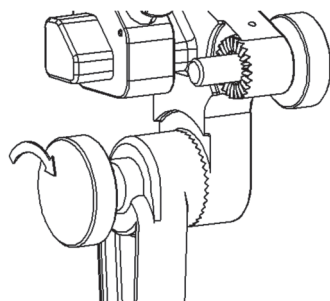

Figure 7
3. Positionner la têtère fer à cheval radiotransparente pour adulte selon l'orientation souhaitée et tourner la vis de serrage de l'adaptateur pivotant dans le sens horaire pour la serrer à fond (Figures 7 et 8).